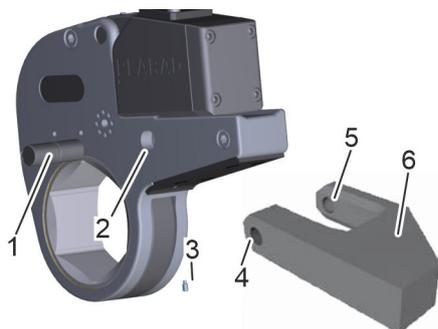

Рис. 13: Дополнительная опора
- 11. ➔ Дополнительная опора поставляется в качестве принадлежности. Для монтажа отпустить установочный винт (Рис. 13/1).
- 12. ➔ Вытолкнуть стопорный болт (Рис. 13/1) с помощью подходящего инструмента (Рис. 11/2).
- 13. ➔ Установите дополнительную опору (Рис. 13/6) так, чтобы отверстия (Рис. 13/2, 4 и 5) совпадали.
- 15. ➔ Затянуть установочный винт (Рис. 13/3).